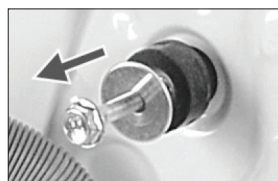

Рис. 2
2. Извлеките все 4 прокладки «В»: они выпадут сами, если наклонить стиральную машину (рис. 2).